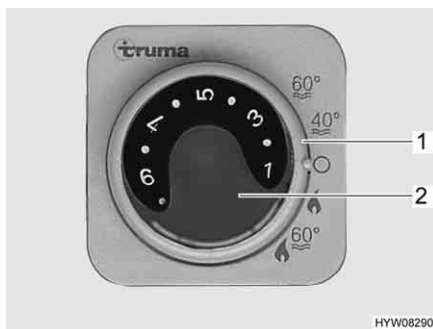

Fig. 124 Centralina di controllo per riscaldamento/boiler
- Impostare la manopola della temperatura (Fig. 124,2) sulla centralina di controllo del riscaldamento ad aria calda scegliendo la potenza desiderata.
- Posizionare l'interruttore girevole (Fig. 124,1) sulla modalità di funzionamento invernale.